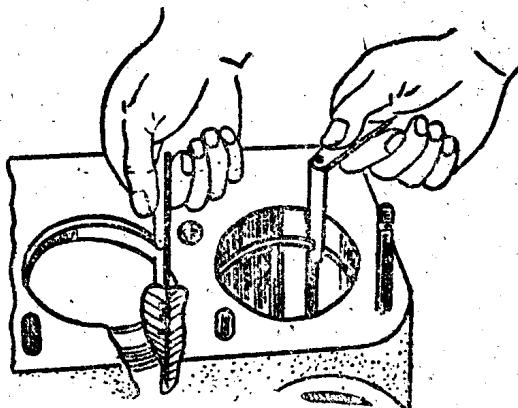

图 1 檢查活塞环在汽缸內的間隙
(2)活塞环在汽缸內的开口間隙如超过 1 毫米时，应更換新活塞环(參看图 1)。